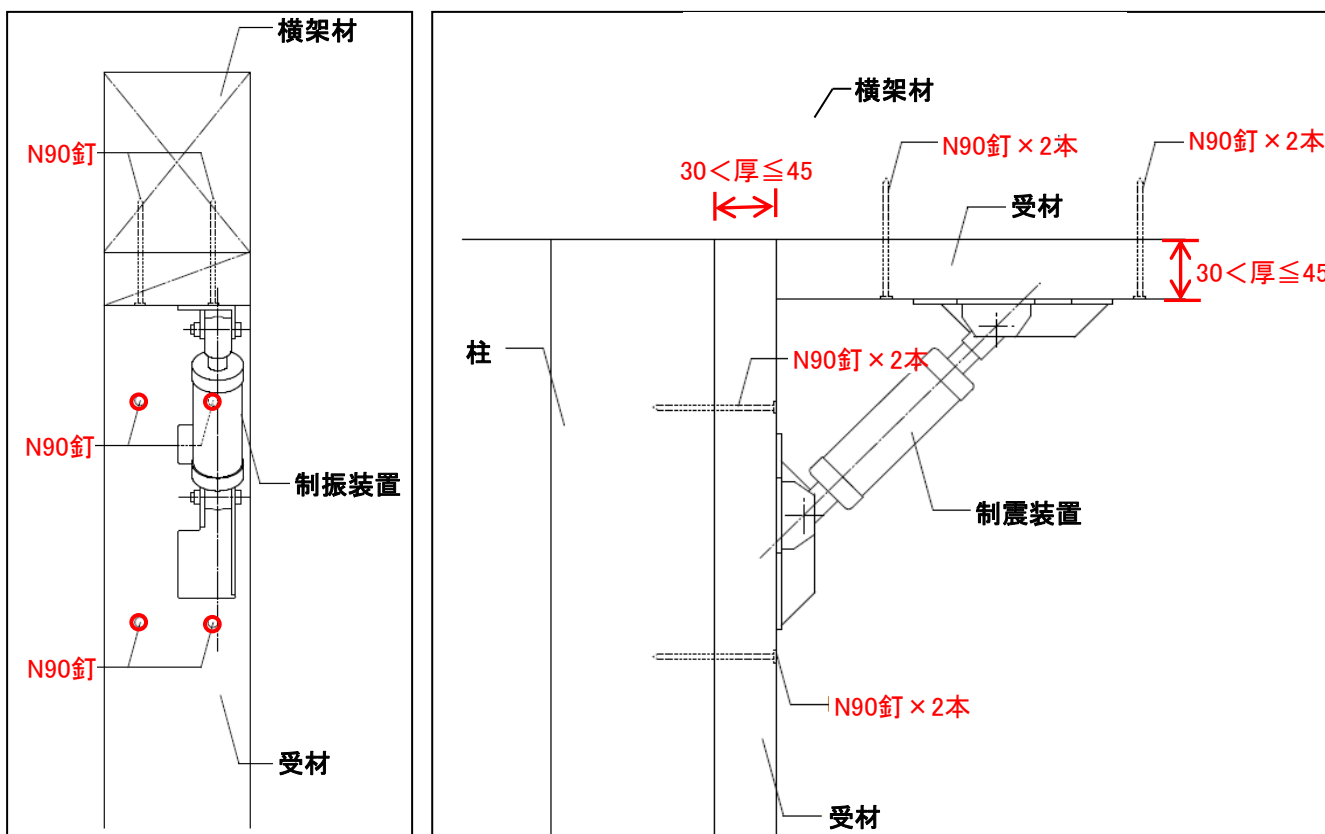
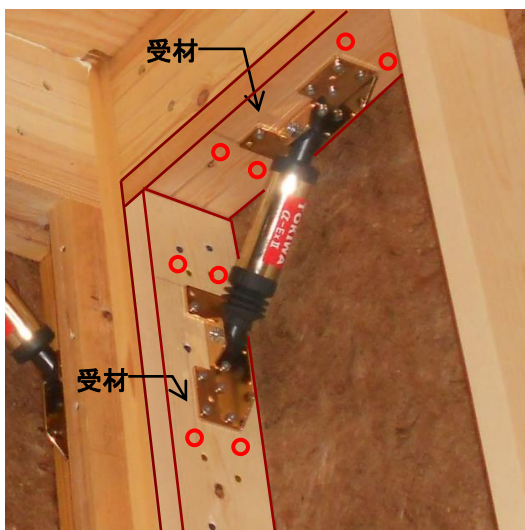

図15 受材 30<厚≤45の場合の増し打ち参考図
図16 受材 釘の増し打ち位置○
- ① 受材の厚みが30mm以下の場合はそのまま取付け可能です。
- ② 受材の厚みが30mmより厚く45mm以下の場合は、N90釘を4本図示(図15、図16)の位置に増し打ちのうえ受材の上からダンパーを設置してください。